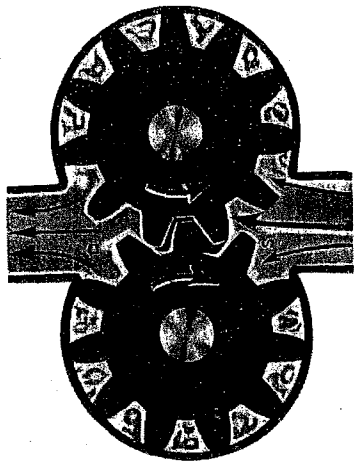

Abb. 3 Wirkungsweise der Zahnradpumpen
Die Lage der Tauchglocken an den tiefsten Punkten der Wanne gibt Gewähr, daß auch bei niedrigstem Ölstand und größter Neigung des Wagens genügend Öl angesaugt wird. Die Ablassschraube (24) befindet sich in der vorderen Ausbuchtung. In Abb. 3 ist die Art der Ölförderung einer Zahnradpumpe gezeigt. Die vom jeweiligen Gegenzahn leer gedrückten Zahnlücken werden in den Saugraum (5) der Pumpe hineingedreht, erzeugen hier einen Unterdruck und füllen sich dadurch fast vollständig mit Öl.